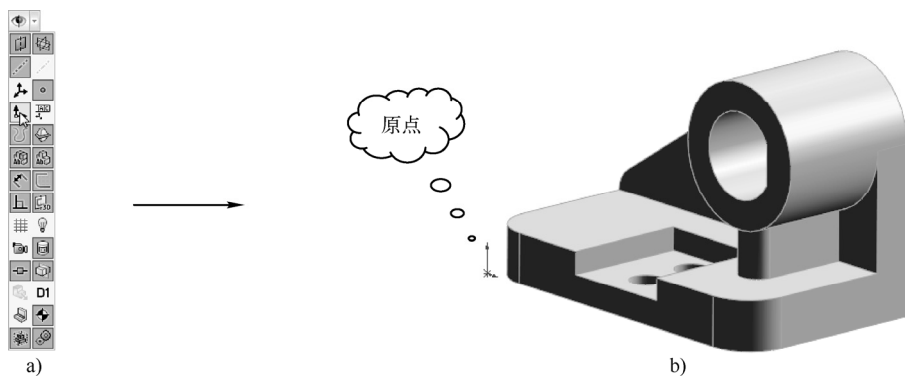

图 1-56 “观阅原点”按钮的操作
STEP 6 将视图调整到等轴测视图, 单击“显示隐藏项目”按钮, 并在其下拉菜单中单击“审阅原点”按钮, 在视图中显示出原点, 如图 1-56 所示。